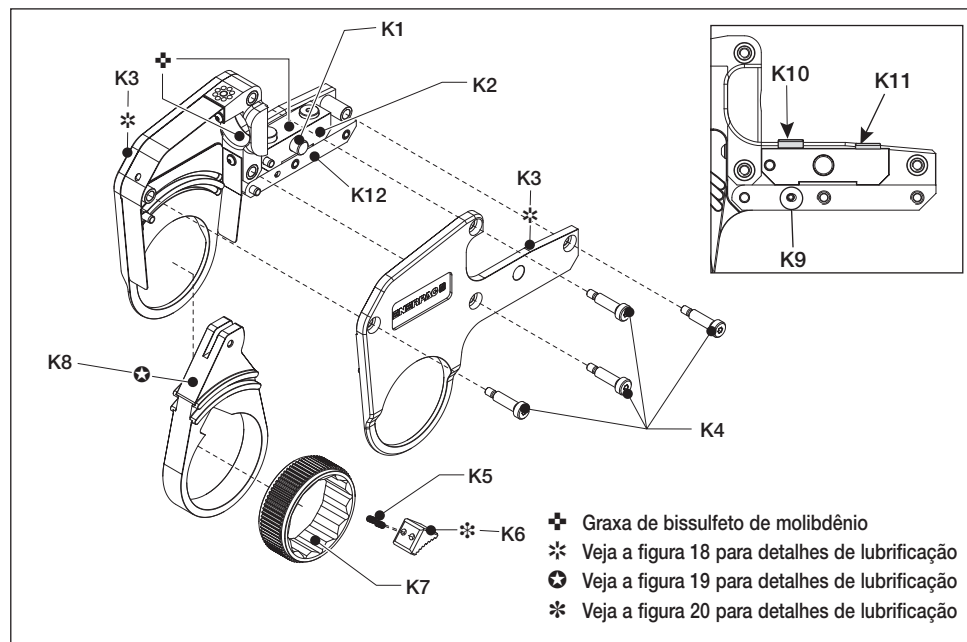

Fig. 16
5.4 Manutenção preventiva - cassete (fig. 16, 18, 19 e 20)
5.5 Manutenção completa - cassette (fig. 16, 18, 19 e 20)